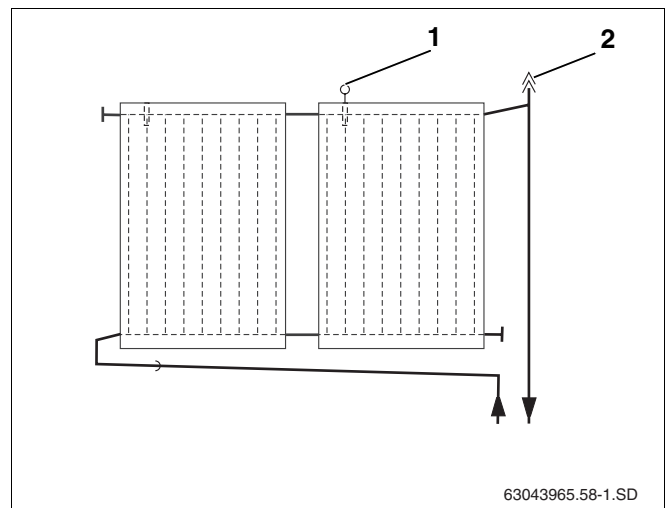

Fig. 58 Vista del acumulador de aire con purgador para la conexión de impulsión
Si se desea purgar el equipo solar con un purgador automático (accesorio) en el punto más alto del equipo, es necesario colocar la tubería de impulsión con pendiente hacia el purgador (fig. 58, **pos. 2**) y la tubería de retorno con pendiente hacia el campo de colectores (fig. 58).